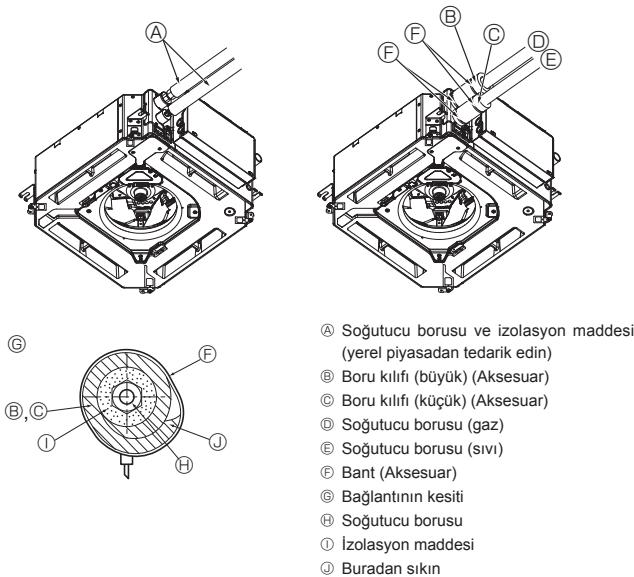

Fig. 5-8
5.4. Boru bağlantısı (Fig. 5-8)